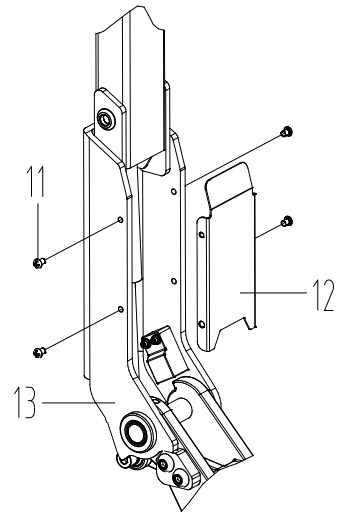

Figura 5
- Tal y como se muestra en la figura 5, fije la placa de la cubierta (12) al conjunto del manillar (13) con tornillos (11). Una vez esté bien sujeto habrá finalizado el proceso de instalación.